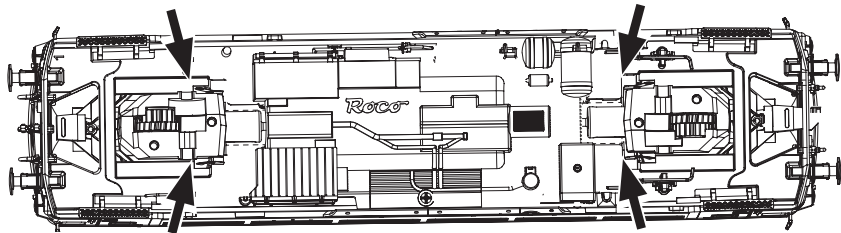

Fig. 7
2. Schmierung: Versehen Sie die im Schmierplan in Fig. 7 gekennzeichneten Stellen mit nur **kleinen Öltropfen**. Dazu zuerst das Lokgehäuse abnehmen (Fig. 3). Wir empfehlen den ROCO **Öler Art.-Nr. 10906**. Fürs Schmieren der Getriebeteile (Zahnräder, Schnecke) empfehlen wir das **ROCO-Spezialfett Art.-Nr. 10905**. Im Falle der Schmierung diese Teile **nicht ölen**.
2. Lubrication: Apply **tiny oil drops** to spots marked in fig. 7. Prior to lubrication dismantle locomotive (fig. 3). We recommend using item no. **10906, Roco oiler**. For lubrication the gearparts (e.g. cogwheels, worm) we would recommend our Roco **special grease** (item no. **10905**).
2. Graissage: N'appliquez **qu'une toute petite goutte** aux endroits indiqués par le plan de graissage (fig. 7) après avoir démonté la caisse de la locomotive (fig. 3). Nous vous recommandons **le graisseur à huile Roco réf. 10906**. Pour graisser les engrenages (roues dentées, vis sans fin) nous vous conseillons la **graisse spéciale Roco réf. 10905** pour engrenages en matières synthétiques. Lorsque vous utilisez cette graisse il faut éviter d'huiler ces composants.